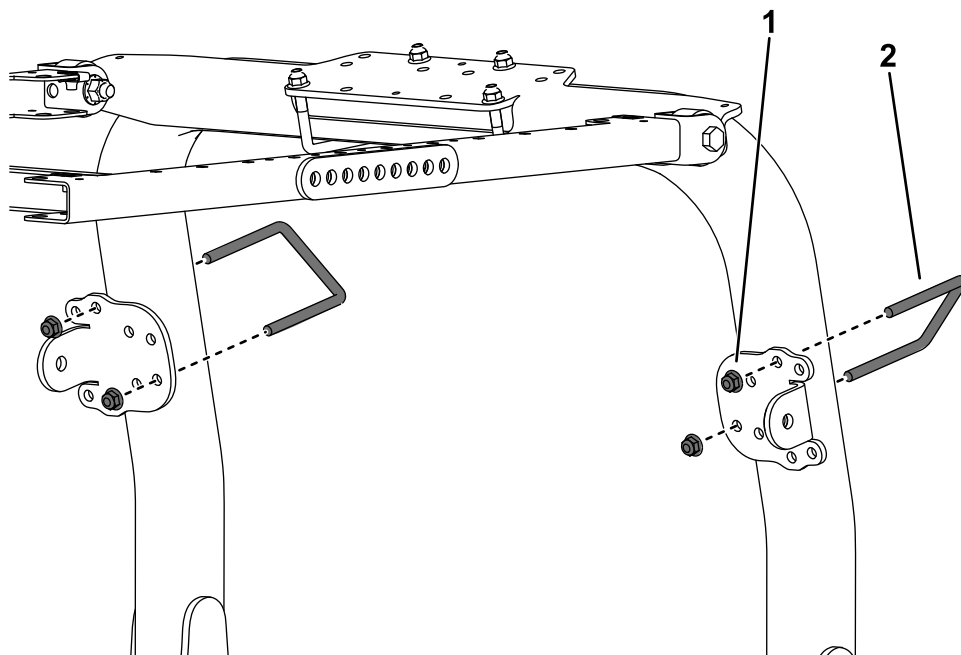

Рисунок 32
9. Используя монтажные отверстия, показанные на рис. **Рисунок 32**, прикрепите, не затягивая, все кронштейны подпорок к стойкам защитной дуги с помощью U-образного болта (3 1/8 x 4 дюймов) и 2 фланцевых гаек.